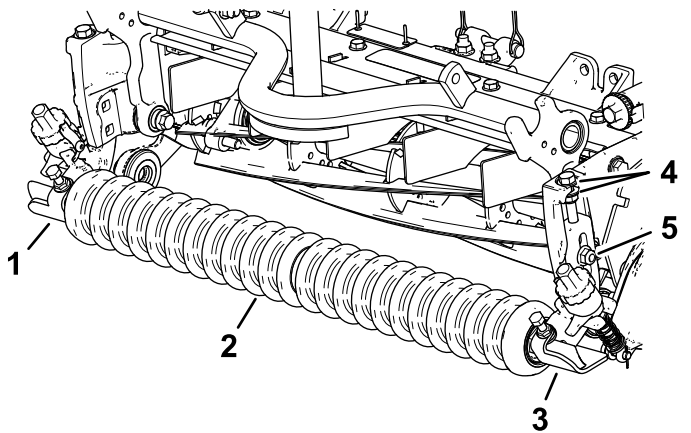

Bild 9
1. Befestigen Sie die linke und rechte Schnitthöhenhalterung und die Frontrolle mit den zuvor entfernten Schlossschrauben und Sicherungsmuttern locker an den Seitenplatten der Schneideinheit (Bild 9).